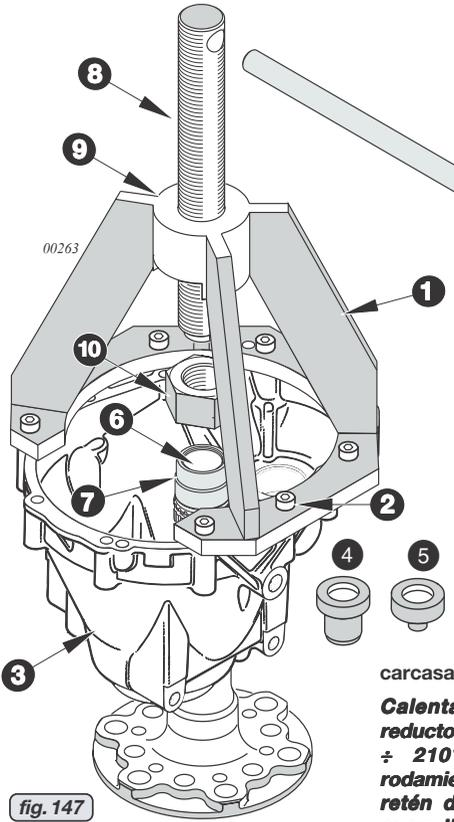

fig. 147
14.4.11) Desmontado del eje de la hélice Ver fig. 147 y 148.